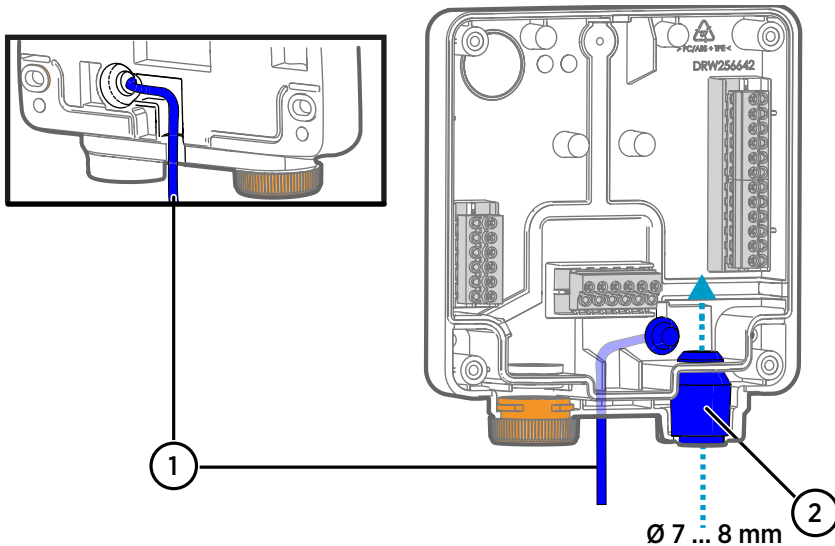

Figura 11 Opciones de cableado de Indigo200
- c. Coloque el cable dentro de la ranura en la parte posterior del transmisor tal como se muestra en Figura 11 \(página 30\) y conecte la descarga de presión según sea necesario.